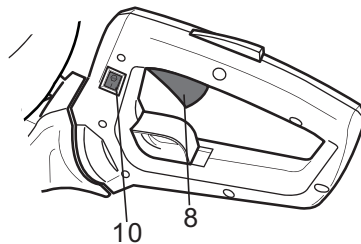

Fig. 14
- > Relâchez la gâchette (8) et laissez l'appareil tourner à vide pendant 10 à 15 secondes.
- > Mettez l'interrupteur d'allumage (10) sur "**ARRÊTER**" (ÉTEINDRE) (Fig. 14).